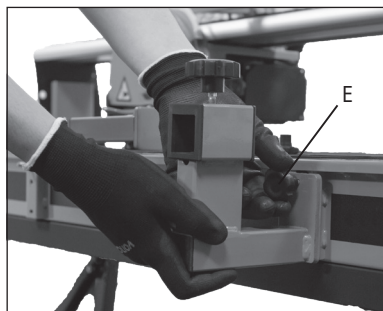

Fig. 8 – Guia de corte reto
Para corte reto de peças, deve ser utilizado o guia de corte reto (1). O mesmo deve ser fixado na máquina (Fig. 8).
1. Insira o pino (D) e vire o eixo em 90° para travar;
2. Encaixe as bases do guia e, com o auxílio das manoplas (E), aperte-as para fixar na máquina;